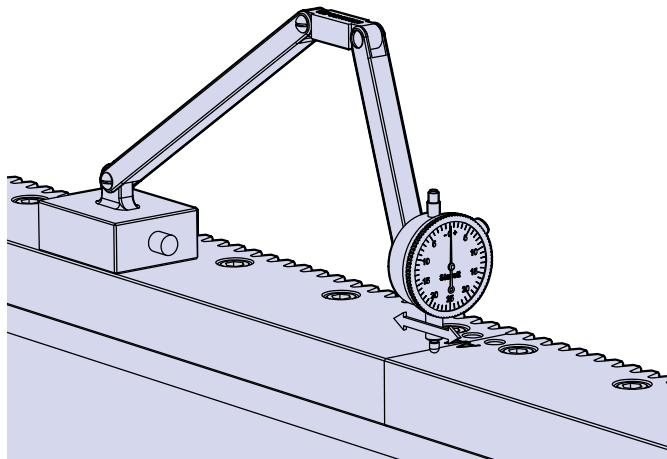

Figura 4
10. Compruebe la continuidad de la unión usando un dispositivo de medición adecuado, tal y como se ve en la Figura 4: Si la guía está instalada correctamente, no debe haber una distancia mayor de 20 μm entre los dos lados de la unión.